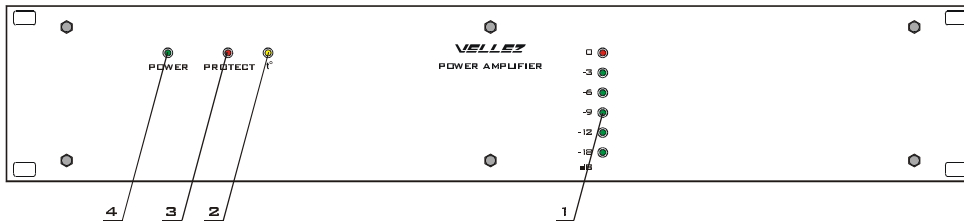

Рисунок 5
9.2.3. Розміщення органів індикації на передній панелі підсилювача потужності (далі по тексту ПП) вказано на рис. 5.